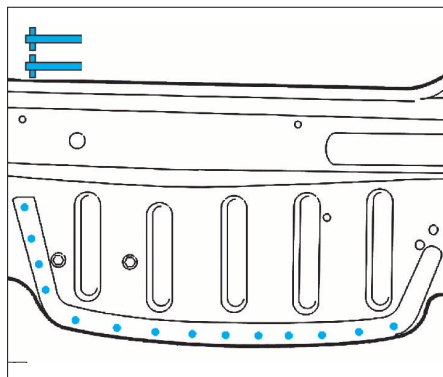

FIG. 146
- Après ajustage, procéder au soudage (Fig.146 à 149) au MIG ou avec une poutreuse électrique puis meuler.